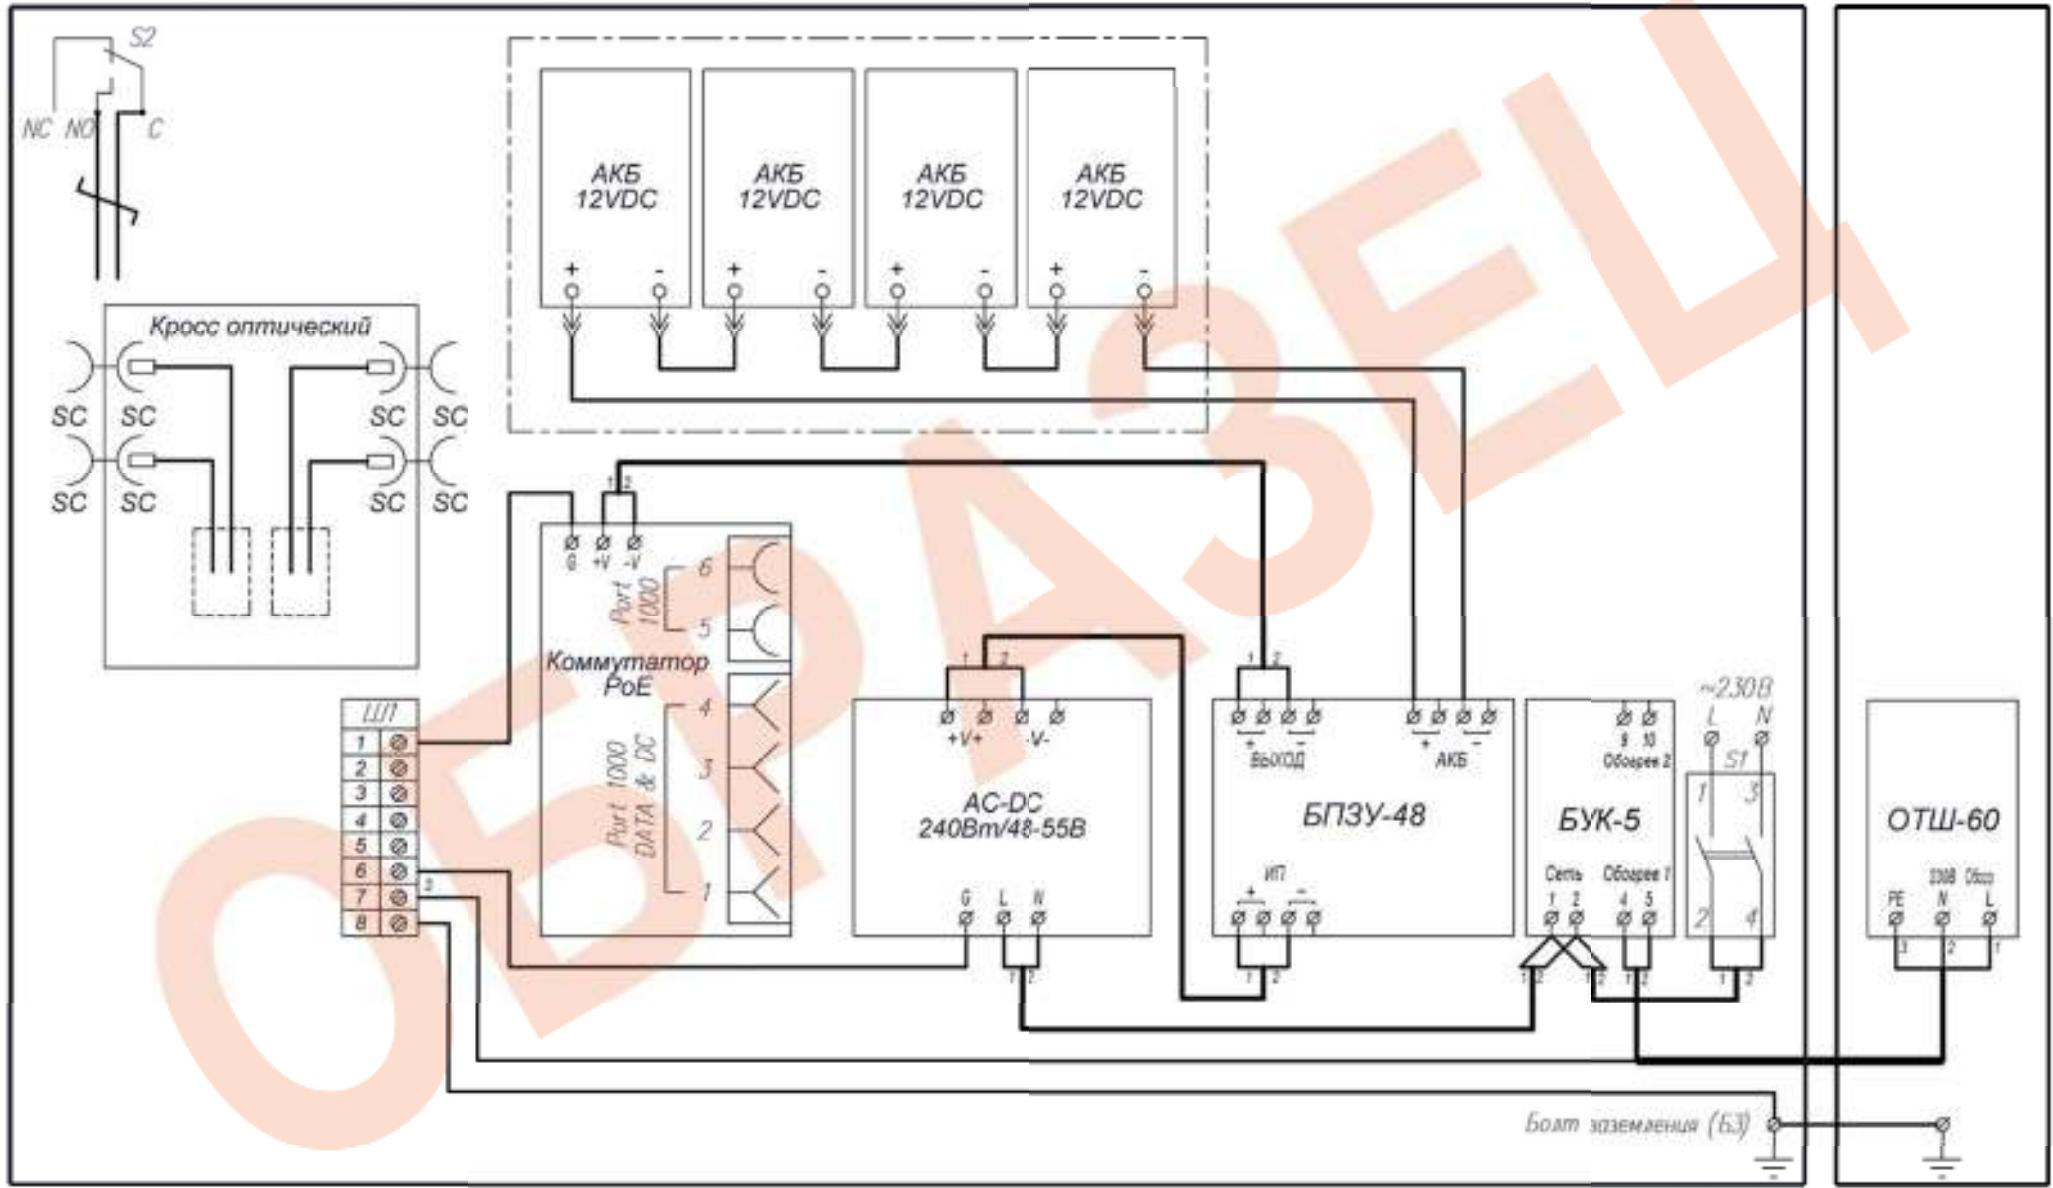

Рис.1 Схема электрическая принципиальная
1. Заземлить изделие при помощи болта заземления (Б3) (рис.1).
4. Подключить АКБ к БПЗУ-48 согласно схеме (рис.1).
7. Подключить кабель питания к входу автомата питания S1 (сечение подключаемых проводов до 25 мм²), при этом фазный провод (L) соединить с контактом 1, нулевой провод (N) с контактом 3.